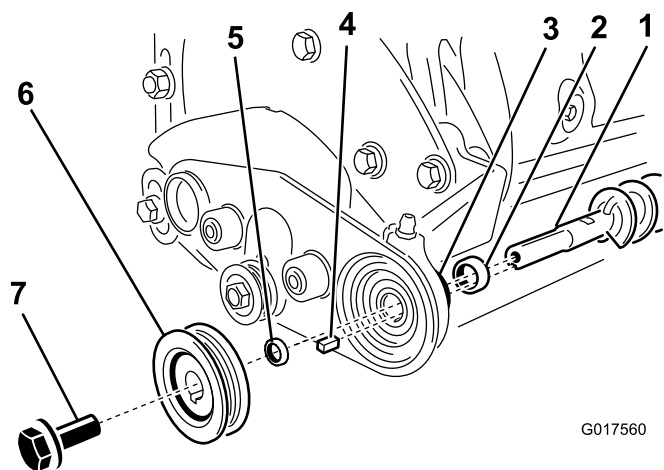

図 4
- A. ロッキングカラーを入れてブラシシャフトの肩部にセットする。ブラシシャフトを左ブラシサポートのベアリングに通す 図 4。
- B. シャフトとスペーサに角キーを取り付ける 図 4。
- C. 受動プーリをシャフトに通し、スレッドロックボルトで固定する 図 4。ボルトを 1516N-m 130140in-lb = 4.85.5kg.m にトルク締めする。